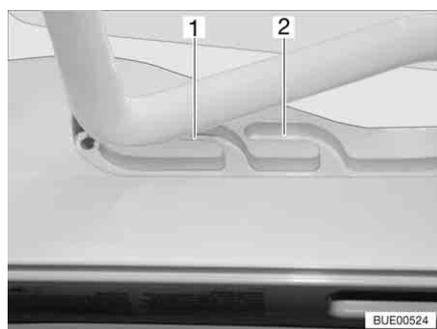
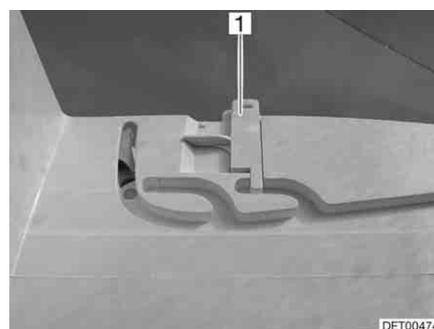

Fig. 90 Oblò Heki in posizione di ricircolo d'aria
Fig. 91 Bloccaggio della posizione di ricircolo d'aria
È possibile portare l'oblò Heki in due posizioni di ricircolo d'aria: Posizione brutto tempo (Fig. 90,1) e posizione centrale (Fig. 90,2). A seconda del modello è possibile bloccare l'oblò nella posizione centrale con il chiavistello (Fig. 91,1).
- Premere la staffa leggermente verso l'alto, spingerla nella guida selezionata (Fig. 90,1 o 2) ed eventualmente bloccarla.